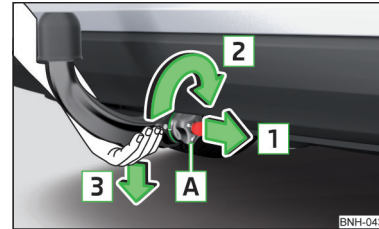

Abb. 112
- Die Kugelstange **von unten** fassen » Abb. 112.